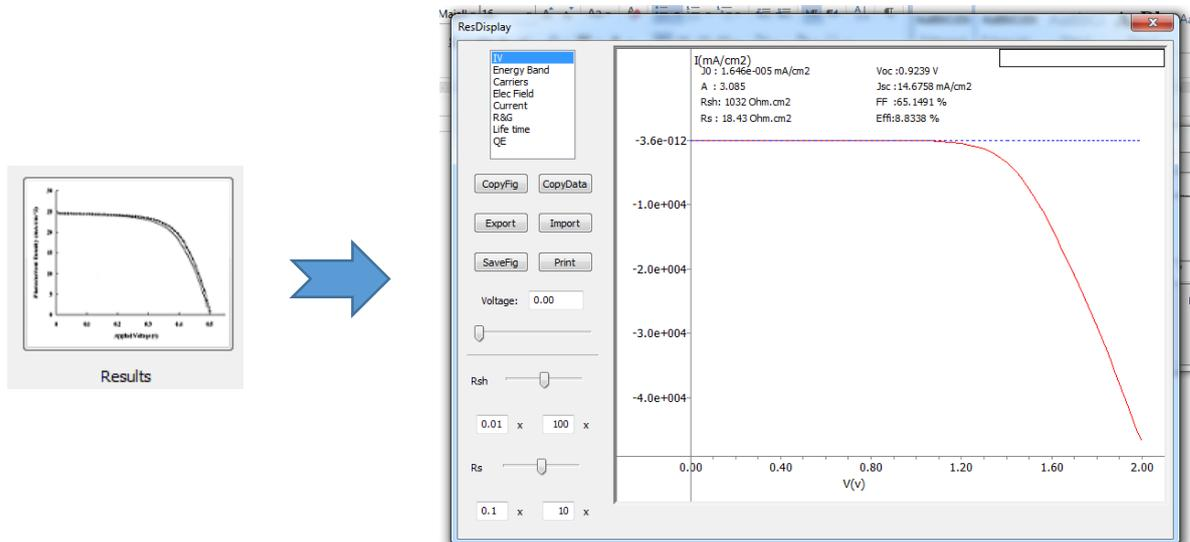

Figure 5 – Boîte de dialogue « Results » de l'interface de wxAMPS-1D
5. Une boîte de dialogue « **Results** », illustrée à la Figure 5